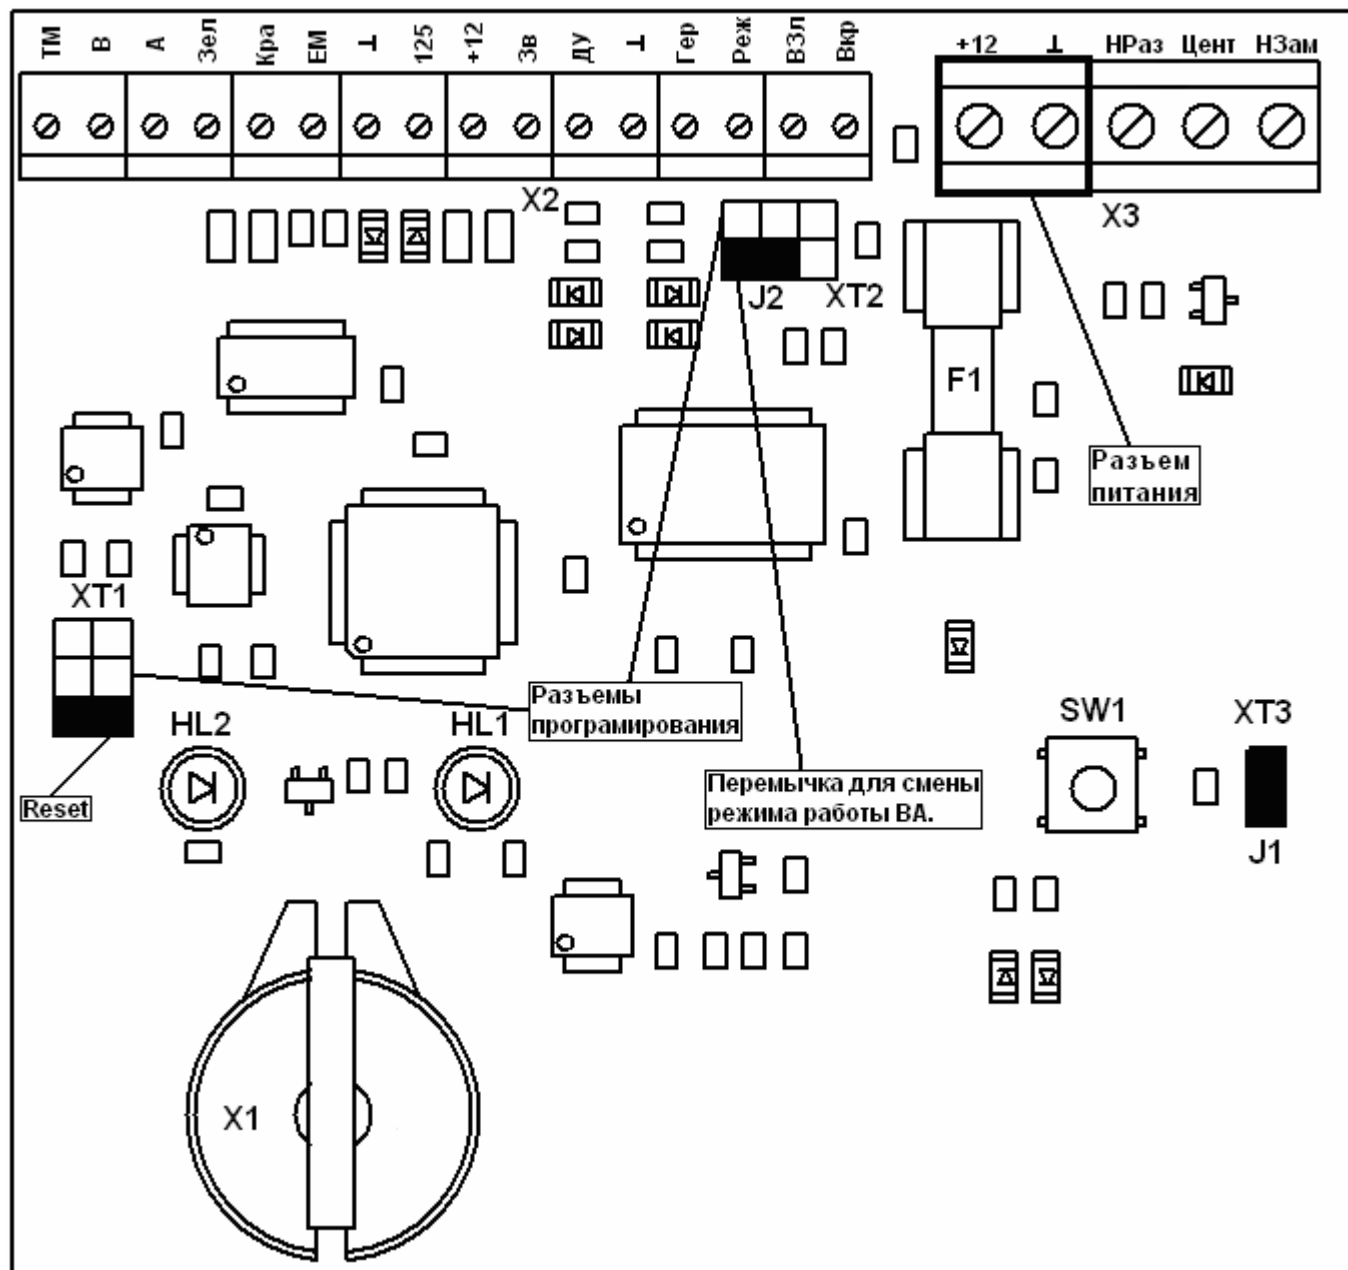

Рис.2. Плата контроллера «Кабинет».
- Установите контейнер в контактное приспособление X1 (смотри рис. 2). При правильной установке контейнера окончание программирования индицируется зеленым свечением светодиода «Режим». Некорректную установку контейнера (ключа) или сбой при загрузке конфигурации в изделие, индицируется красным свечением светодиода «Режим».
- 9.7 Джампер J2 (выделен на разъеме XT2 черным цветом) служит для изменения формата принимаемого кода карты (Wiegand26/Wiegand40/42), который будет поступать в БПК (рис.2).
- 9.8 Контактное приспособление X1 используется для загрузки конфигурационных параметров и списка разрешенных карт с помощью ключа DS1996 (рис.2).
ния. При выборе источника питания, следует учитывать характеристики используемых электрозамков. Для подачи питающего напряжения необходимо использовать провода сечением не менее 0,35 мм (МГШВ-0,35). Полярность питающего напряжения должна соответствовать рис.2 (разъем X3).